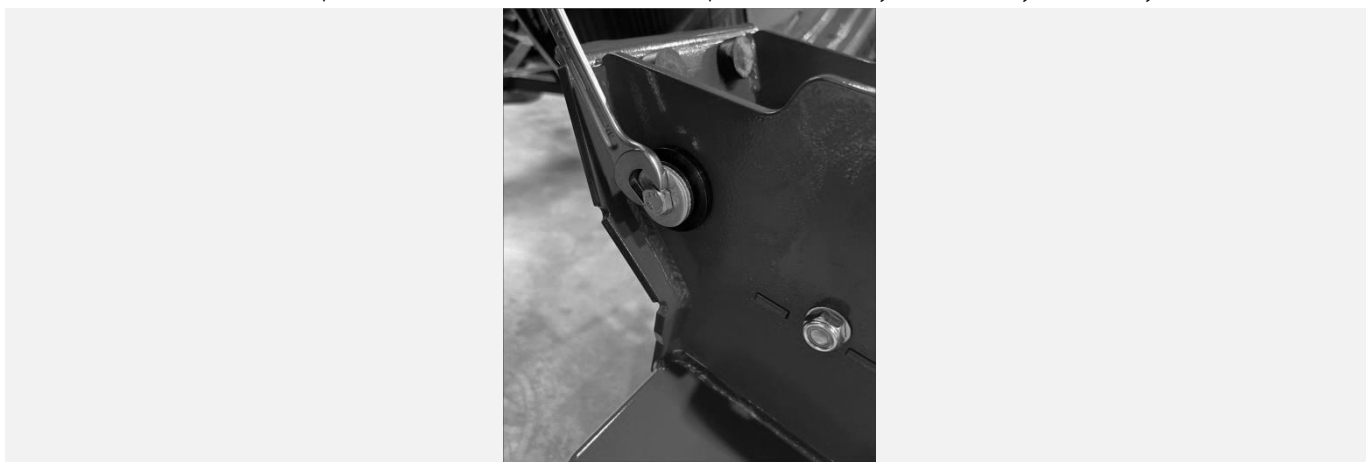

Рисунок 5
5.4.1 Снять с кронштейна ось колонны и ограничительную шпильку (см. Рисунок 5).